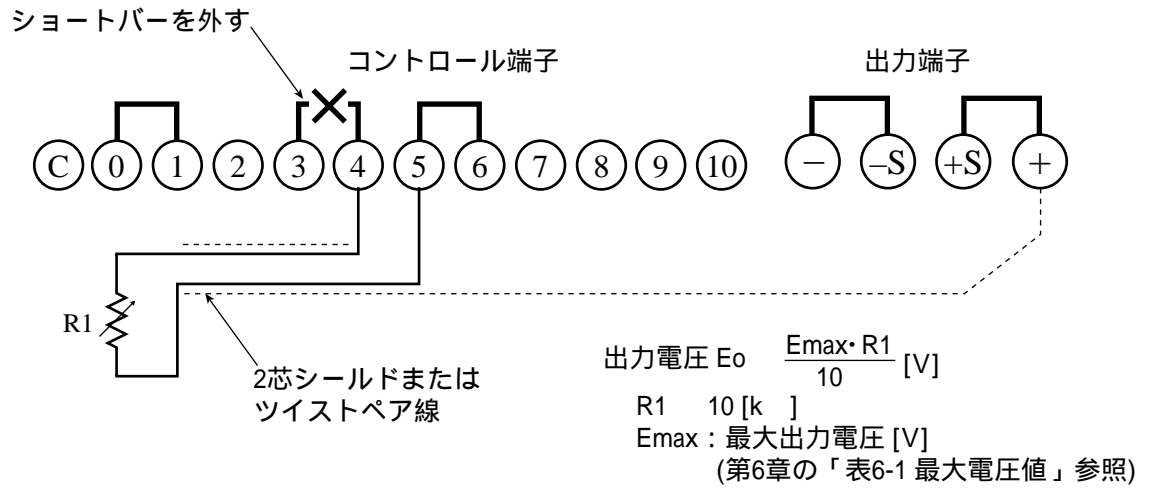

図 4-3 外部抵抗による出力電圧コントロールIの接続
2. 図4-3のようにコントロール端子の3と4間のショートバーを外します。
3. コントロール端子の4と5間に外部抵抗(R1)を図4-3のように接続します。